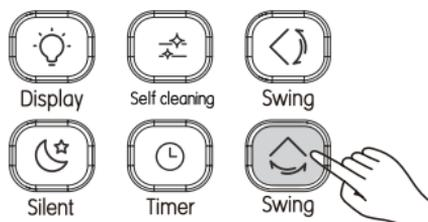

Рисунок 3.12
- 1) При включенном блоке. Нажмите кнопку  (см. Рисунок 3.12). Активируется функция качания в горизонтальном направлении, загорается индикатор  и на внутренний блок передается сигнал.